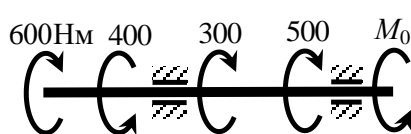

Рисунок 1
2. Подобрать диаметр вала из условия прочности и жесткости (рис.1), если  $[\tau]=80$  МПа,  $[\Theta]=0,035$  м-1.